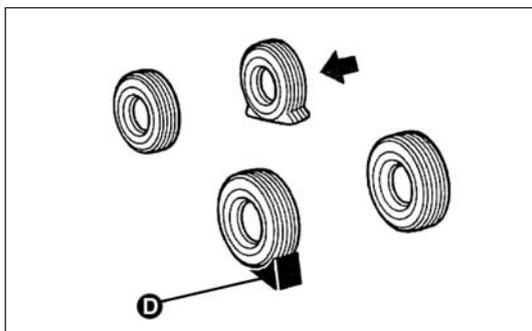

fig. 134b
- positionner la cale de blocage D à l'arrière sur la roue opposée en diagonale à celle à remplacer fig. 134b pour empêcher tout mouvement du véhicule quand il est levé.